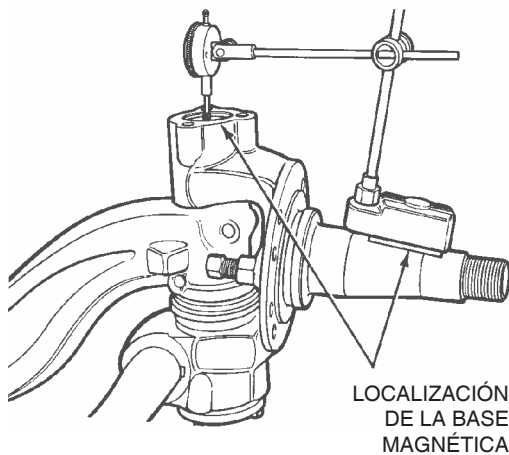

Figura 84
- C. Fije una base magnética con reloj comparador en la viga. Coloque el palpador en el centro del perno maestro y ponga a cero el reloj. Figura 84.